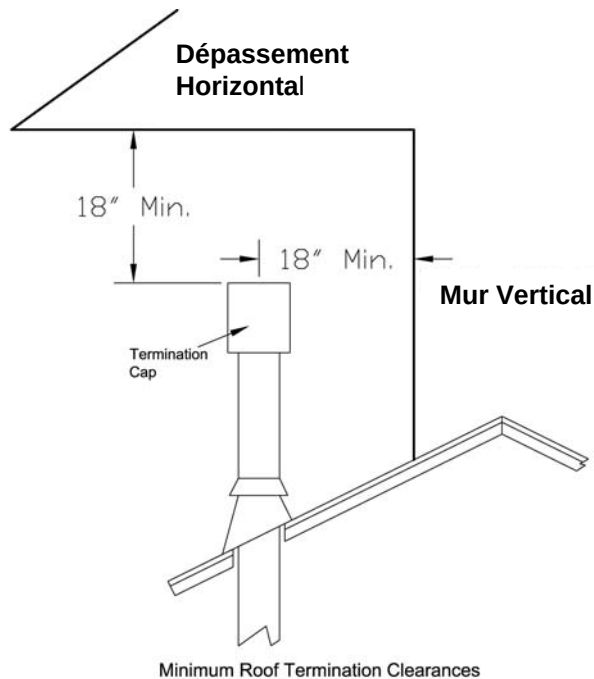

Figure 19 – Dégagements au chapeau de Terminaison
- 🔥 La terminaison doit respecter les recommandations des *Figures 19 - 20*